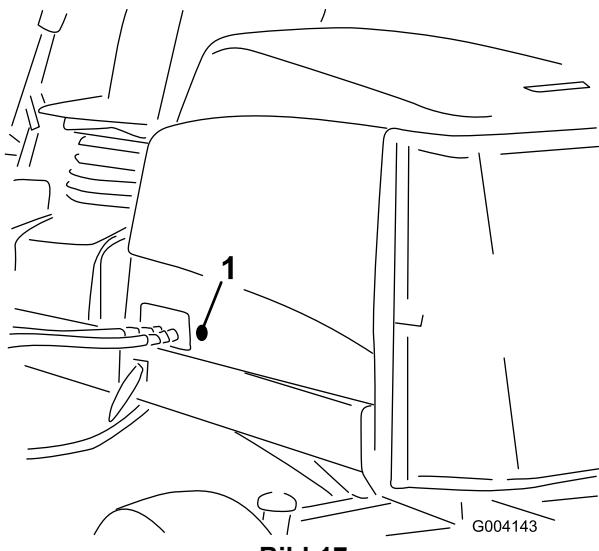

Bild 17
2. Nehmen Sie die Gummidichtung aus dem Loch links an der Motorhaube heraus (Bild 17).